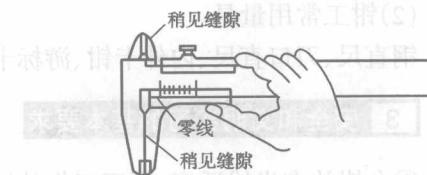

图 1-1-8 测量前的检查
①放松紧固螺钉。
②将量爪测量面和尺身擦干净。
③合拢量爪,检查两测量面间有无间隙。
④合拢量爪后,检查刻线的零线是否对齐(见图 1-1-8)。